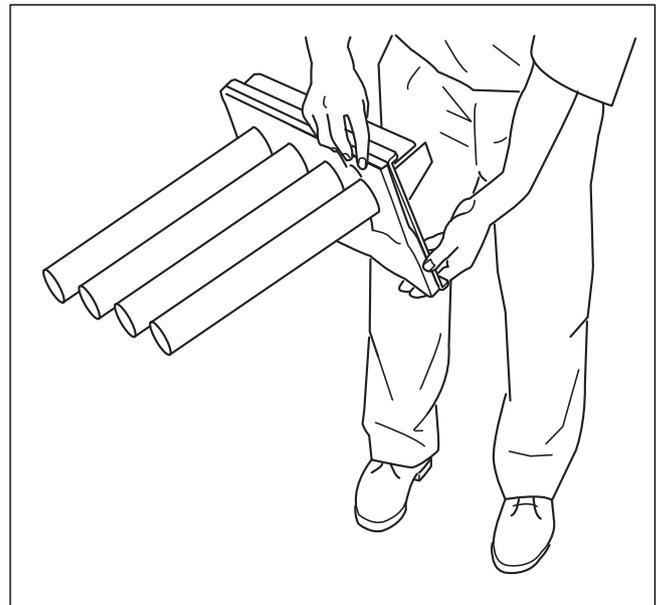

Рис. 42 Опрокидывание горелки
- ▶ Остатки воды удалите, опрокинув горелку (→ рис. 42).